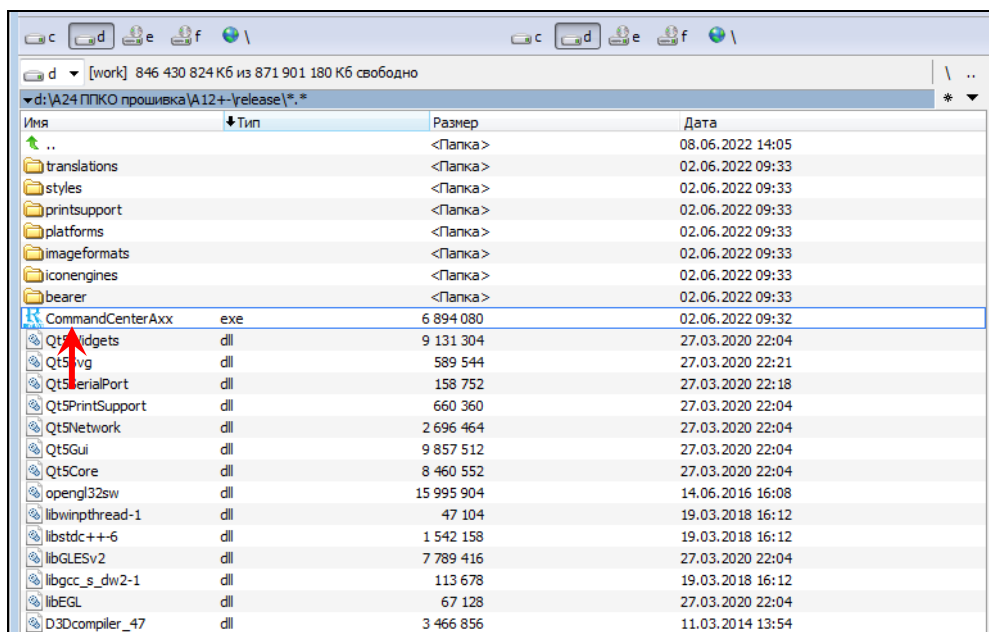

Рис. 4. Запуск ПО
- дважды кликнуть на исполняемый файл «CommandCenterAxx.exe», запустить ПО (см. рисунок 4).